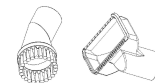

Рис. 6
2. При помощи вращающейся щётки и квадратной насадки осуществляется чистка мебели, вытяжки, труднодоступных мест, книг, люстр и полок (См. рисунок 6).